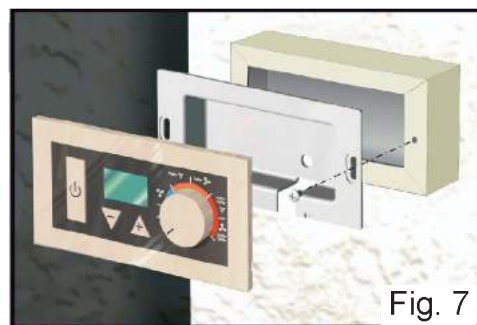

Fig. 7
- Le boîtier de commande est livré d'origine avec un adaptateur mural qui permet le montage sur n'importe quelle paroi (Fig. 7):